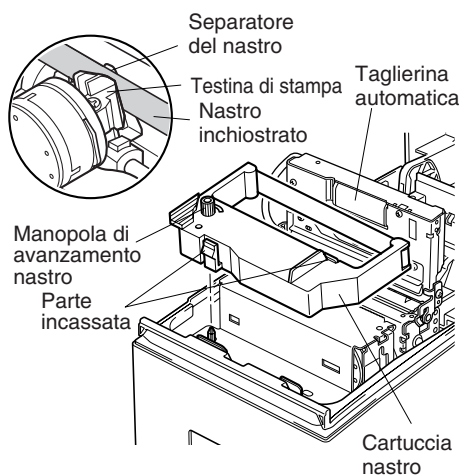

Fig. 5-10 Inserimento della cartuccia nastro
- ④ Inserire la cartuccia nastro nella direzione mostrata nella Fig. 5-10 e premerla in basso per caricarla. Se il caricamento della cartuccia nastro non è soddisfacente, premere in basso la cartuccia nastro girando la manopola di avanzamento nastro in direzione della freccia.
- ⑤ Girare la manopola di avanzamento nastro della cartuccia nastro in direzione della freccia per eliminare l'allentamento del nastro.
- ⑥ Chiudere la taglierina automatica.
- ⑦ Chiudere il coperchio.